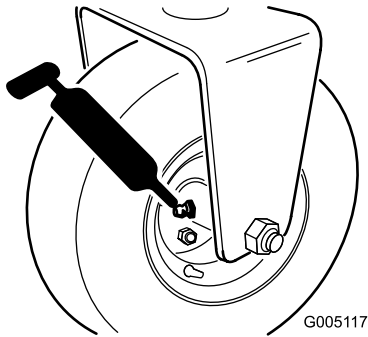

Bild 29
- Heckrollennabe, oder bei einem Dreiradantrieb, Rollenkupplungen des Hinterrads und externes Kugellager (1) (Bild 29)